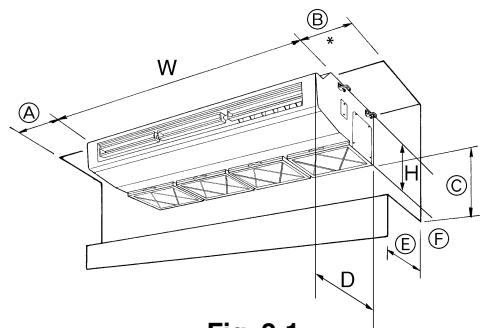

Fig. 2-1
2.1. Yttrande dimensioner (Inomhusenhet) (Fig. 2-1)